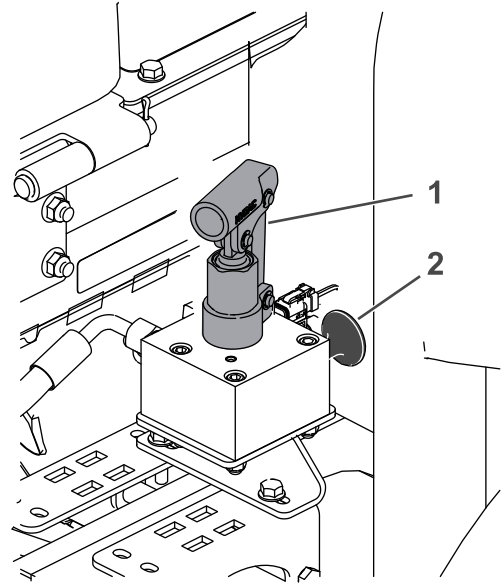

Figura 38
4. Localice el distribuidor de liberación del freno cerca de la rueda delantera derecha y detrás del depósito hidráulico (Figura 38).